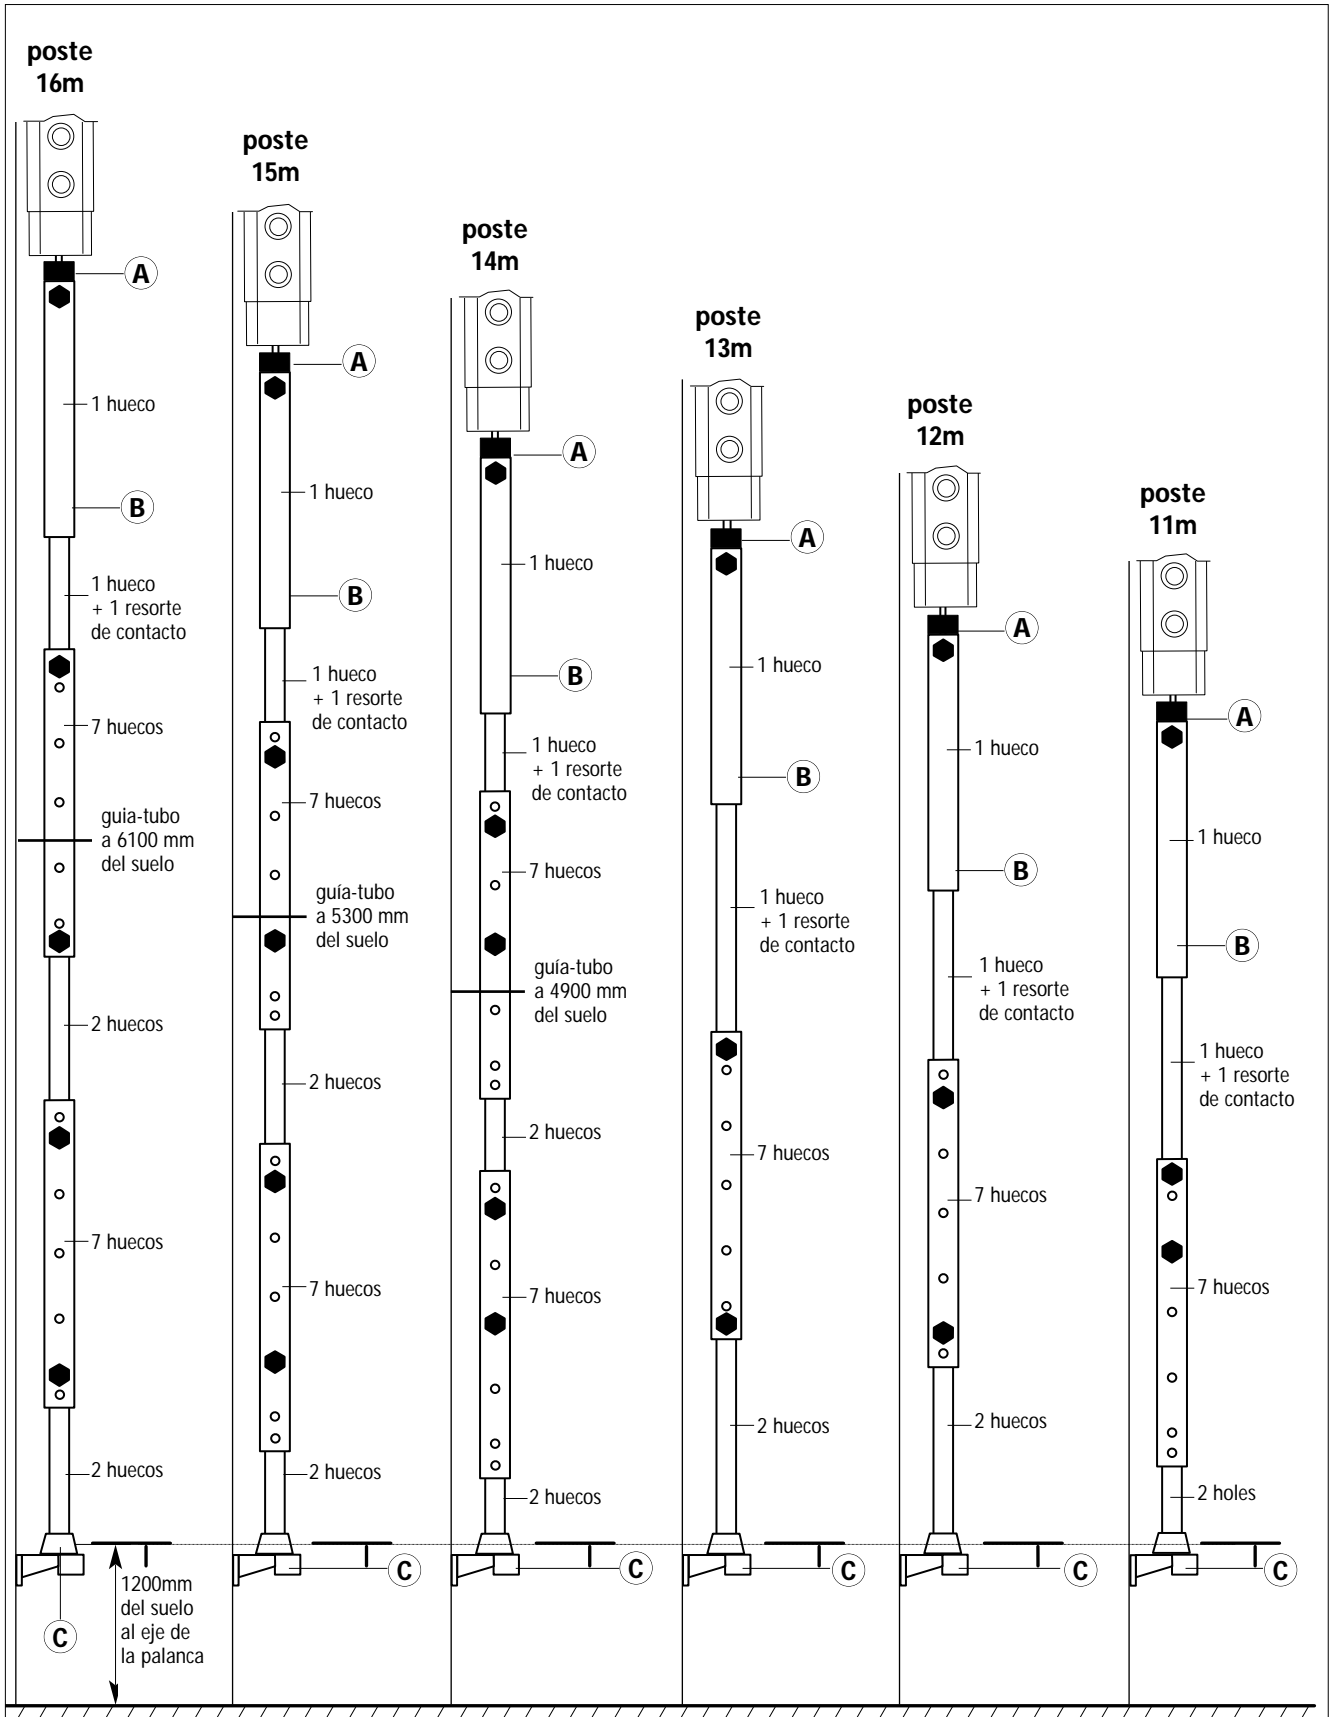

fig. 17
El varillaje rotativo es telescópico compuesto de tubos cuadrados que se encajan los unos en los otros (fig.17).
El varillaje estándar (soportes de 11 a 13m) está constituido de 4 tubos. Para los soportes de 14 a 16m, un complemento de varillaje (2tubos) y un tubo guía son necesarios (fig.17 pág. 9).
- Fijar la palanca de mando a 1200mm (fig.17) del suelo con la ayuda de las fijaciones previstas para este efecto (ver hoja en el anexo sobre las diferentes fijaciones).